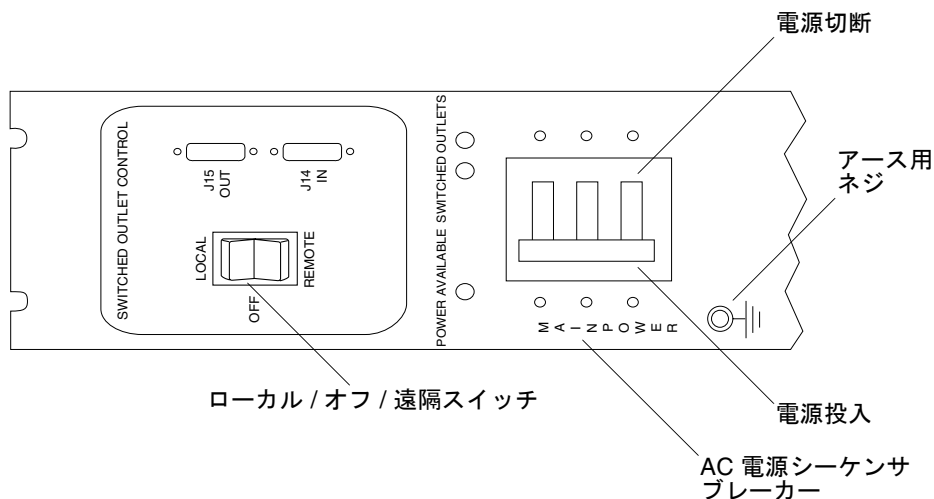

図 2-9 電源シーケンサのコントロールパネル
1. 各 AC 電源シーケンサのブレーカーがオフの位置になっていて、各電源シーケンサのローカル / オフ / 遠隔スイッチがローカルの位置になっていることを確認します (図 2-9)。